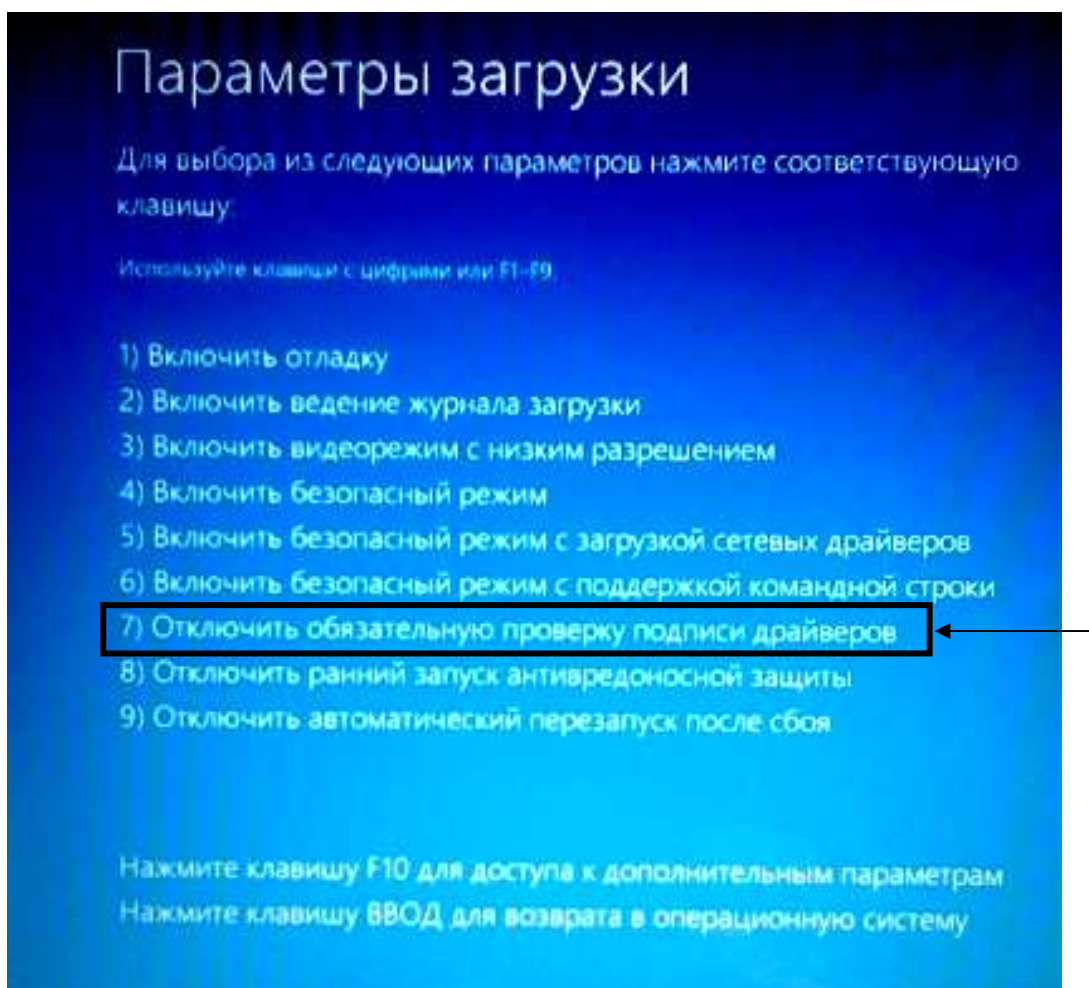

Рис. 17
2.2.5.9 ЭВМ перезагрузится и появится окно, содержащее меню выбора опций загрузки (см. Рис. 17). Нажмите на клавиатуре на клавишу 7.